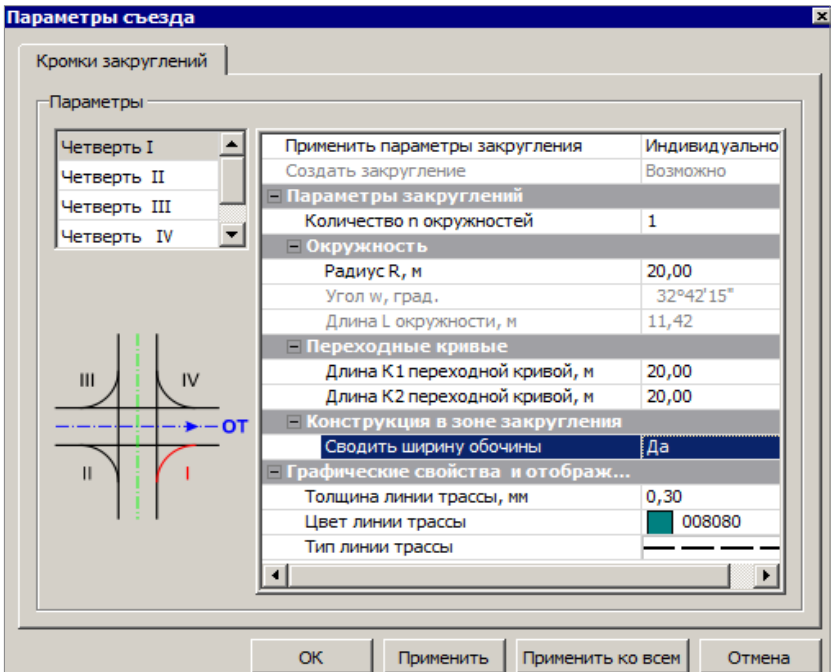

Рис. 26.26
- **Параметры съезда.** По кнопке **Выбор**  открывается диалоговое окно **Параметры съезда**. В нём можно изменить геометрические параметры и настройки графического отображения кромок закруглений (КЗ), а также уточнить конструкцию обочин в зоне закруглений (рис. 26.26).
- Применить параметры одной из четвертей для всех остальных можно при помощи кнопки **Применить ко всем** (рис. 26.26).
- Конструкция обочин на закруглениях зависит от нескольких факторов, в том числе и от параметра **Сводить ширину обочины** (рис. 26.26).
2. Параметр **Сводить ширину обочины** = *Да* или *Нет* (рис. 26.26).